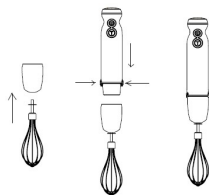

Рис. 2
**Время непрерывной работы с насадкой-венчиком (7) не должно превышать 1 минуту. Между рабочими циклами делайте перерыв не менее 3 минут.**
**ВНИМАНИЕ!** Запрещается использовать насадку-венчик (7) для замешивания крутого теста.
- Насадка-венчик (7) используется только для взбивания яичного белка, приготовления лёгкого теста или для перемешивания готовых десертов.
- Перед установкой насадки-венчика (7) убедитесь в том, что вилка шнура питания не вставлена в электрическую розетку.
- Вставьте насадку-венчик (7) в редуктор венчика (6).
- Вставьте редуктор венчика (6) в моторный блок до срабатывания фиксаторов (2), убедитесь в надёжной фиксации редуктора (6) и венчика (7) (рис. 2).
- Опустите насадку-венчик (7) в подходящую ёмкость, в которую Вы поместили продукты.
- Для включения нажмите и удерживайте кнопку (4) «⏻».
- При нажатии и удержании кнопки (4) «⏻» Вы можете регулировать скорость вращения насадки-венчика поворотом регулятора (5).
- Для работы в режиме максимальной скорости нажмите и удерживайте кнопку (3) «Т».